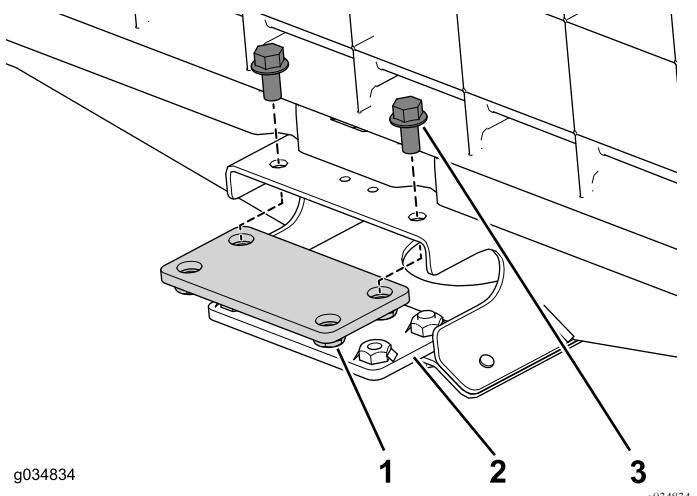

Figura 70
1. Utilize os quatro parafusos flangeados (3/8 x 3/4 pol.) para instalar sem apertar as placas de ligação superior e inferior no canal central da secção dianteira (Figura 70).